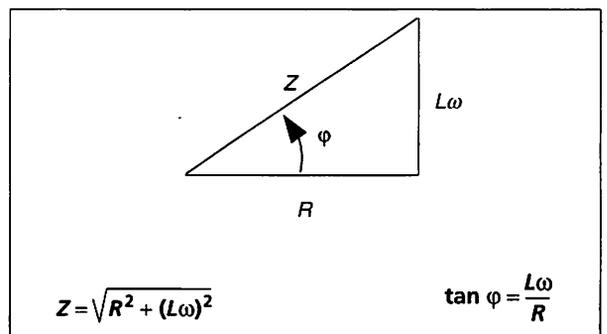

Fig. 6.09 : Triangle des impédances.
- En divisant par  $I$  les côtés du triangle des tensions, on obtient le triangle des impédances (fig. 6.09) qui permet de retrouver l'impédance totale et le déphasage.